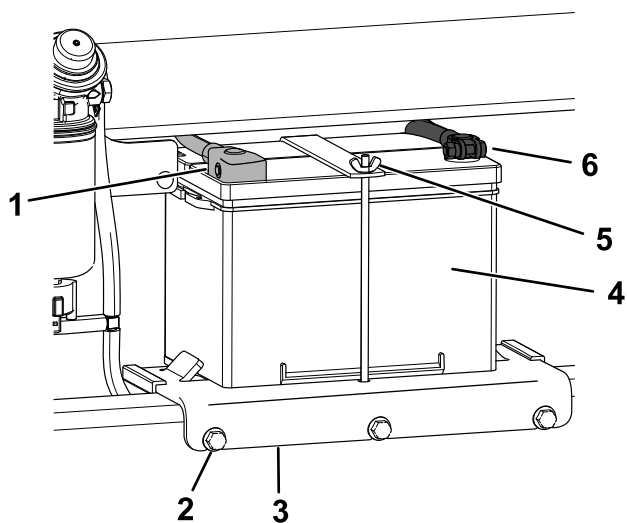

Figure 56
4. Débranchez le câble négatif (noir) de mise à la masse de la borne de la batterie (Figure 56). Conservez les fixations.
- Débranchez le câble positif (rouge) de la borne de la batterie (Figure 56). Conservez les fixations.
- Desserrez les 3 boulons de fixation du support de batterie et déposez le support avec la batterie (Figure 56).
1. Placez la batterie sur son support et fixez-la en place avec l'écrou à oreilles et la tige (Figure 56).
2. Montez le support de batterie sur la machine et fixez-le en place avec les 3 boulons (Figure 56). Serrez les boulons à 41 N·m (30 pi-lb).
3. En vous servant des fixations retirées précédemment, branchez le câble positif (rouge) de la batterie à la borne positive (+) (Figure 56).
5. En vous servant des fixations retirées précédemment, branchez le câble négatif (noir) à la borne négative (-) de la batterie (Figure 56).